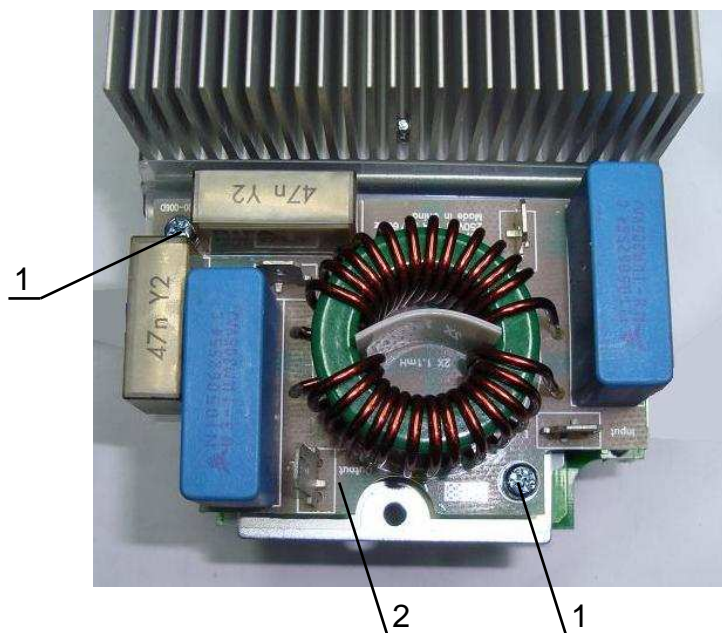

Рис. 6.14
6.8.2. Перевернуть модуль ПЧ. Открутить два винта 1. Снять плату 2 и прокладку (рис. 6.14). Положить плату и прокладку в тару.